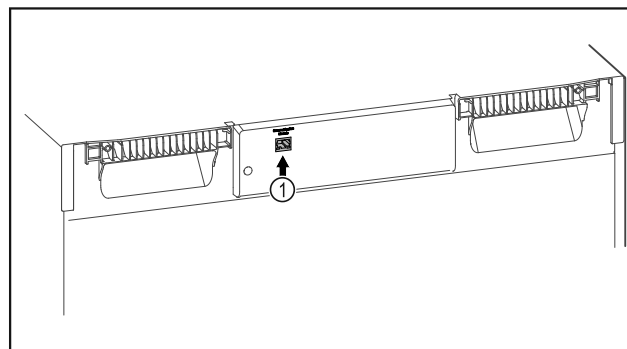

Fig. 95
- ☐ El SmartModule Fig. 95 (1) está colocado.